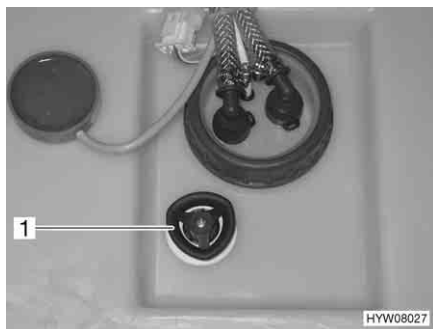

Fig. 106 Serbatoio dell'acqua con maniglia girevole
- Sul serbatoio dell'acqua, ruotare la maniglia girevole (Fig. 106,1) in senso orario fino all'arresto.
- Sul serbatoio dell'acqua, ruotare la maniglia girevole (Fig. 106,1) in senso antiorario fino all'arresto. L'acqua fuoriesce fino a ca. 20 litri.
- Sul serbatoio dell'acqua ruotare la maniglia girevole (Fig. 106,1) in senso antiorario, oltre la resistenza verso l'esterno fino all'arresto, per aprire completamente l'apertura di scarico.